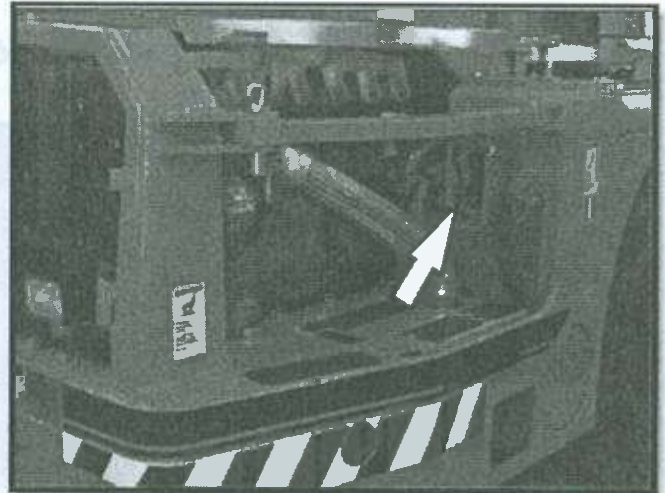

Figura 57. Térmico principal.
- Compruebe que el térmico principal no se ha disparado (Ver figura 57).